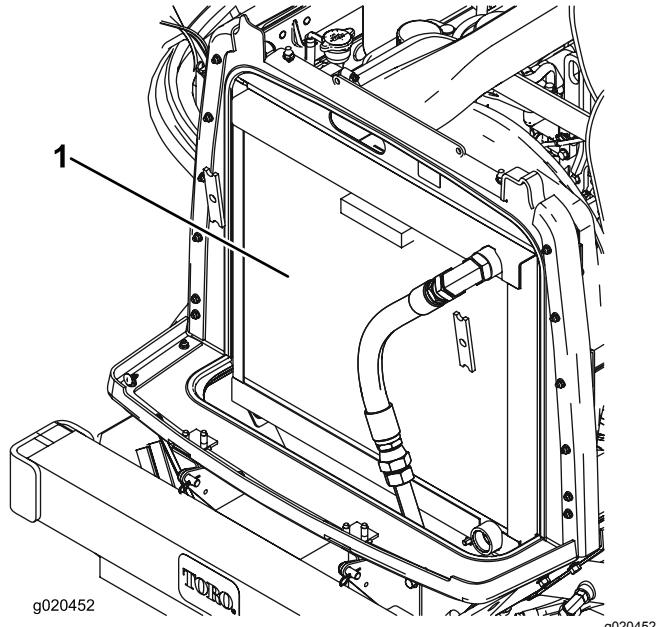

Figura 95
3. Pulite accuratamente entrambi i lati dell'area del refrigeratore dell'olio e del radiatore utilizzando aria compressa (Figura 95).